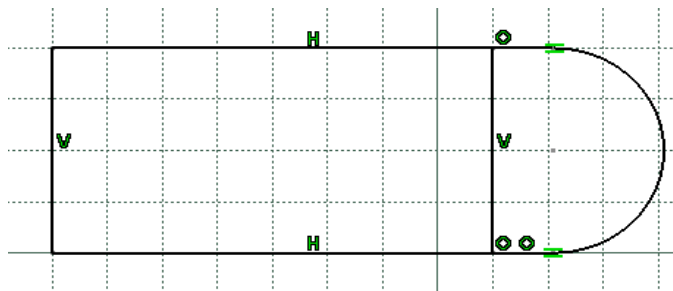

Рис. 19
1) Перетягнути курсор і розташувати заокруглення, як показано на малюнку (Рис. 19).